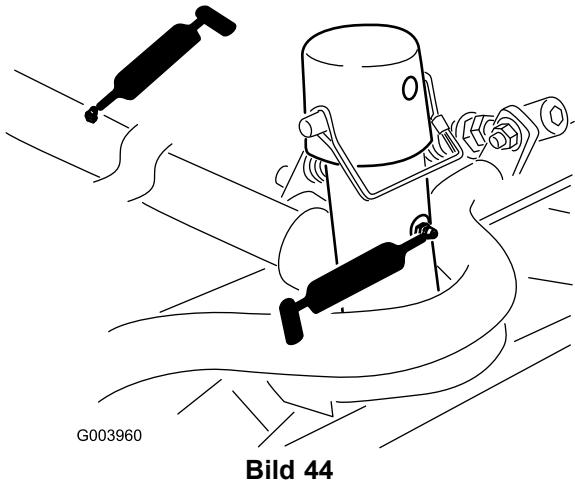

Bild 44
- Schneideeinheitträgerrahmen und Drehzapfen (2 Stück) (Bild 44)